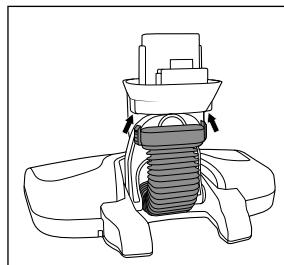

Abb. 18
- ◆ Schieben Sie das Schlauchstück über die Aufnahme, so dass die Entriegelungstasten 13 einrasten (siehe Abb. 18).